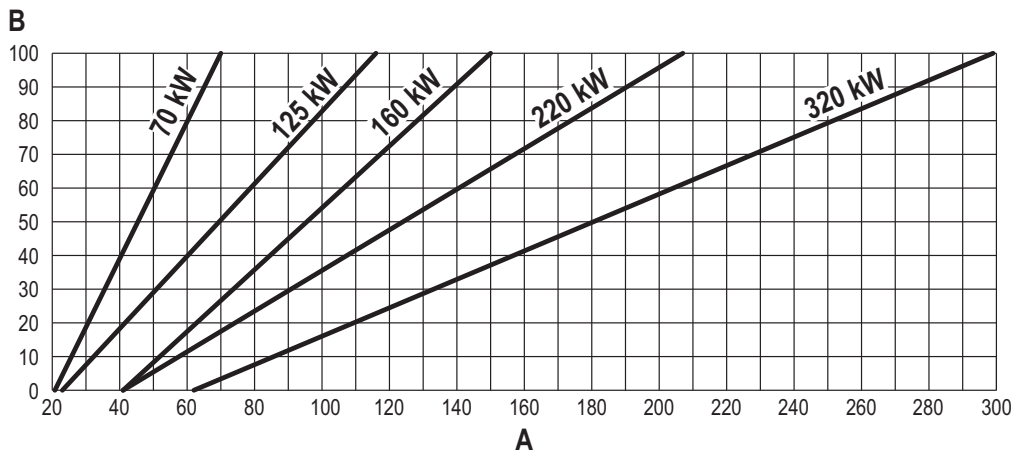

рис. 63
- Используйте **контекстные клавиши 1 и 2** для увеличения или уменьшения теплопроизводительности (минимальная = 00, максимальная = 100). См. диаграмму "Регулировка теплопроизводительности" (рис. 63).